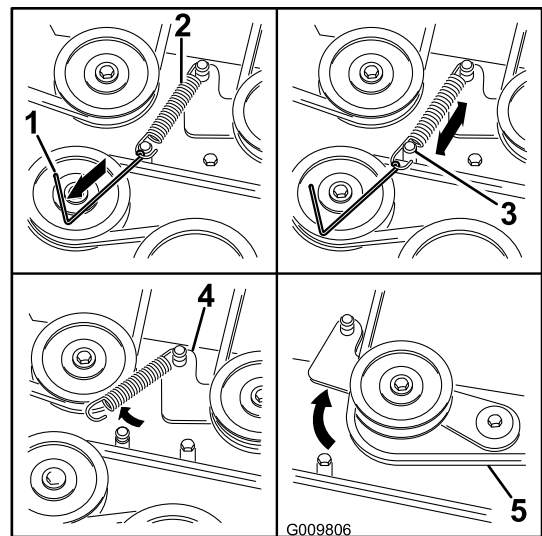

Figura 61
7. Utilizând un instrument de îndepărtare arcuri (nr. piesă Toro 92-5771), îndepărtați arcul rolei de ghidare din suportul punii pentru a detensiona fulia rolei de ghidare (Figura 61).
10. Montați o nouă curea în jurul fuliilor mainii de tuns iarba și fuliei de ambreiaj, de sub motor (Figura 61).
11. Utilizând un instrument de îndepărtare arcuri (nr. piesă Toro 92-5771), montați arcul rolei de ghidare pe suportul punii și tensionați fulia rolei de ghidare și cureaua mainii de tuns iarba (Figura 61).